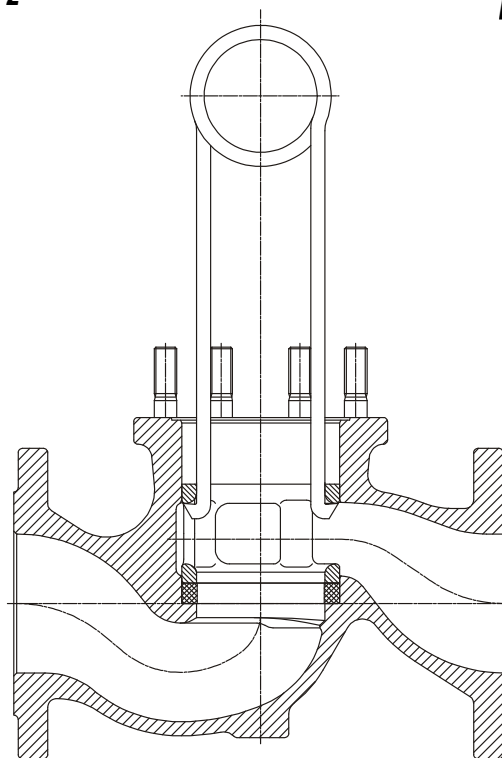

рис. 4
- удалить латерну (поз. 5) (см. стр. 10 рис. 4)